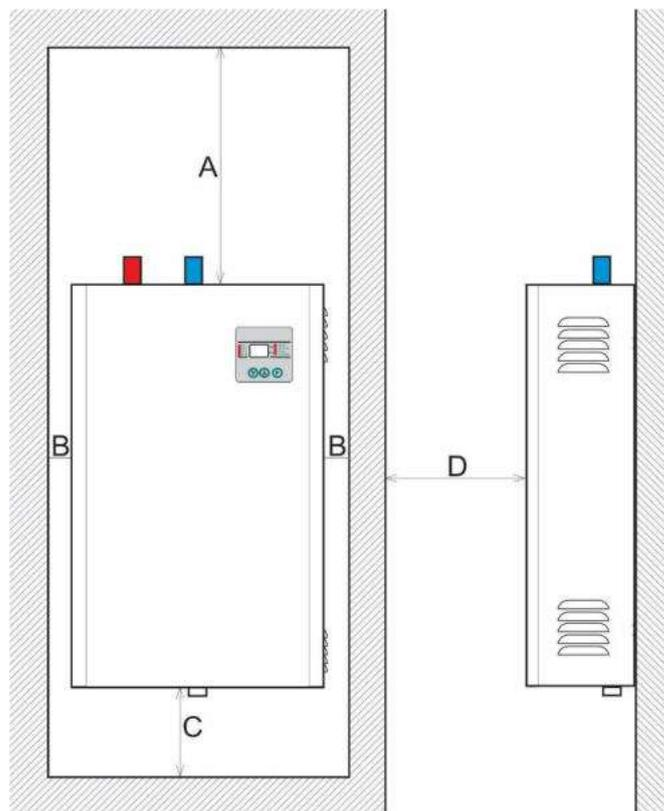

Bild 3.Mindestabstand bei der Installation
- Platzieren Sie den Heizkessel so an der Wand, dass Freiraum bleibt, wie in Abbildung 3 dargestellt
- Position der Bohrlöcher für Montageset unter Berücksichtigung der Mindestabstände einzeichnen (Bild 3)